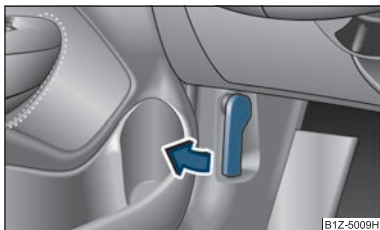

Fig. 120 Maneta de deblocare a capotei motorului
- Trageți maneta de deblocare de sub bord, pe partea șoferului ⇒ fig. 120.
- Deblocați capota motorului ⇒ fig. 120.